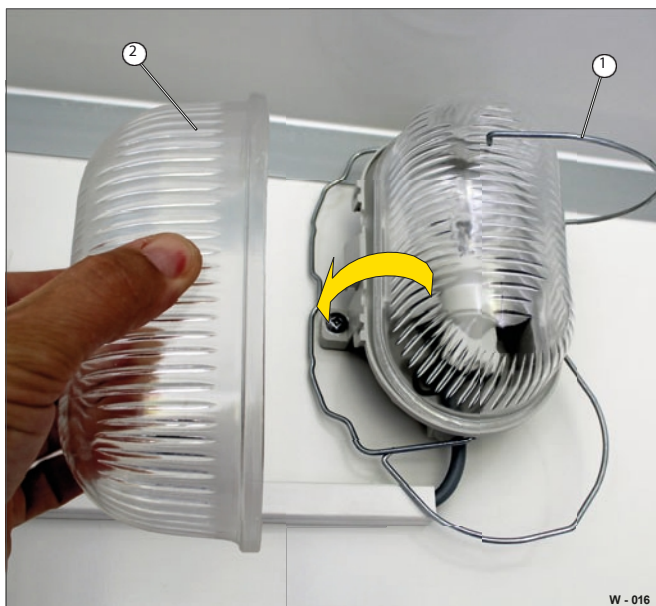

Fig. 16 Abrir / fechar o farol interior
- Abrir os fechos de mola (Fig. 16/1).
- Segurar a tampa (Fig. 16/2) com firmeza.